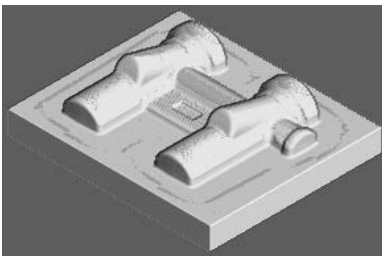

图 3-151 仿真加工结果 5
2) 在“仿真”工具栏的“当前刀具路径”下拉列表中选择要模拟的刀具路径 finish4, 然后单击“执行”按钮, 系统开始自动仿真加工, 仿真加工结果如图 3-151 所示。